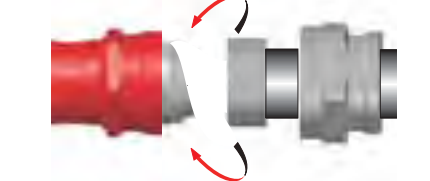

Fig. 15.7 Mantelgeflecht auflegen
5. Druckscheibe (8), Innere Dichtung (7), und Klemmkonus (6) in die Kupplungshülse (13) schieben (Fig. 15.7).
6. Mantelschirm auf den Klemmkonus (6) auflegen (Fig. 15.7).